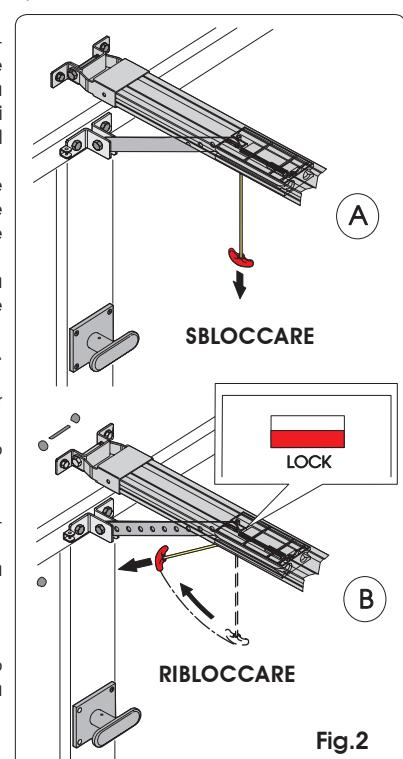

Fig.2
- Sbloccare l'operatore tirando verso il basso la maniglia di sblocco (Fig. 2 rif. A).
Riblocchiare l'automazione tirando orizzontalmente la maniglia (Fig. 2 rif. B) ed accertarsi che, al rilascio, la finestrella "LOCK" posta sotto al carrello sia di colore rosso, a conferma del corretto riammuro.